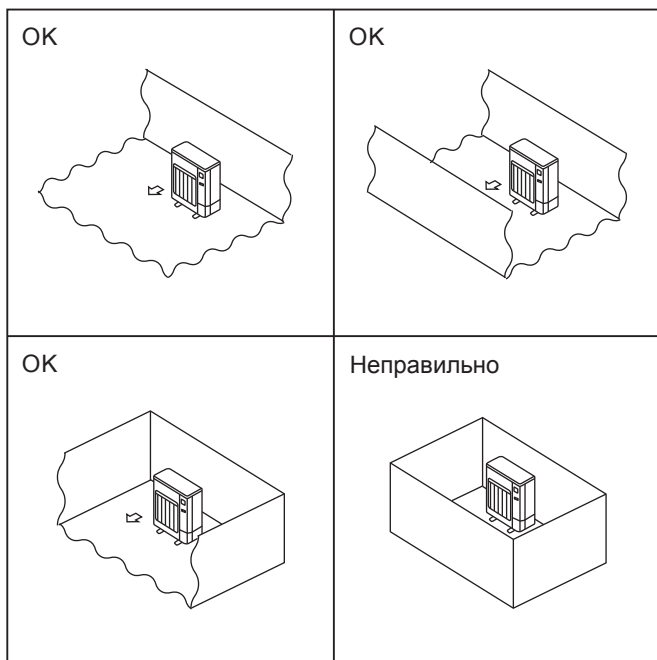

Fig. 2-1
- Ⓞ Устанавливайте наружные приборы в достаточно большом пространстве без преград, либо так, чтобы, по крайней мере, одна из четырех сторон прибора была открыта. (Fig. 2-1)